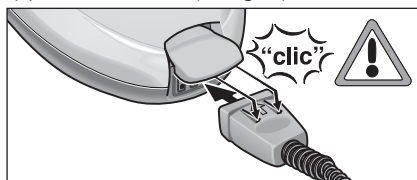

Fig. 1: Sette inn firkantpluggen
- Sett firkantpluggen (C7) inn i apparatkontakten (A1). De to nesene må gå i hakk på dekelet til apparatkontakten (se fig. 1).